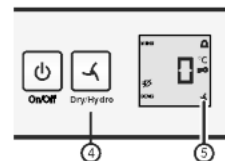

Fig. 3
► Impostare **hydro**: premere il tasto dry/hydro Fig. 3 (4) finché non si visualizza il simbolo . Rilasciare il tasto.
▷ Il simbolo dry/hydro Fig. 3 (5) si illumina.
► Impostare **dry**: premere il tasto dry/hydro Fig. 3 (4) finché non si spegne il simbolo . Rilasciare il tasto.